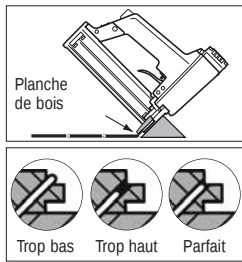

Figure 8
- Régler le compresseur à 480 kPa (70 lb/po²). En cas de dégâts aux languettes, réduire la pression d'air (Figure 8).